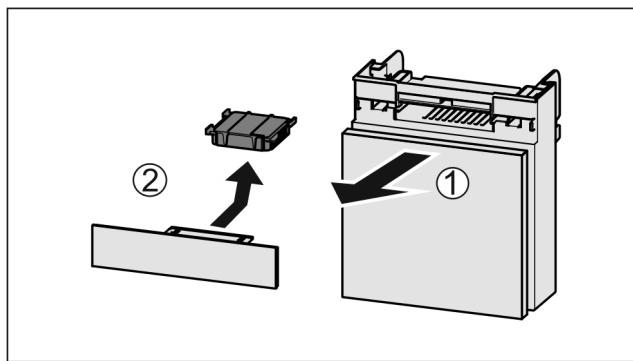

Fig. 137
- ▶ Издърпайте Fig. 137 (1) напред от отделениято.
- ▶ Извадете Fig. 137 (2) филтъра с активен въглен.